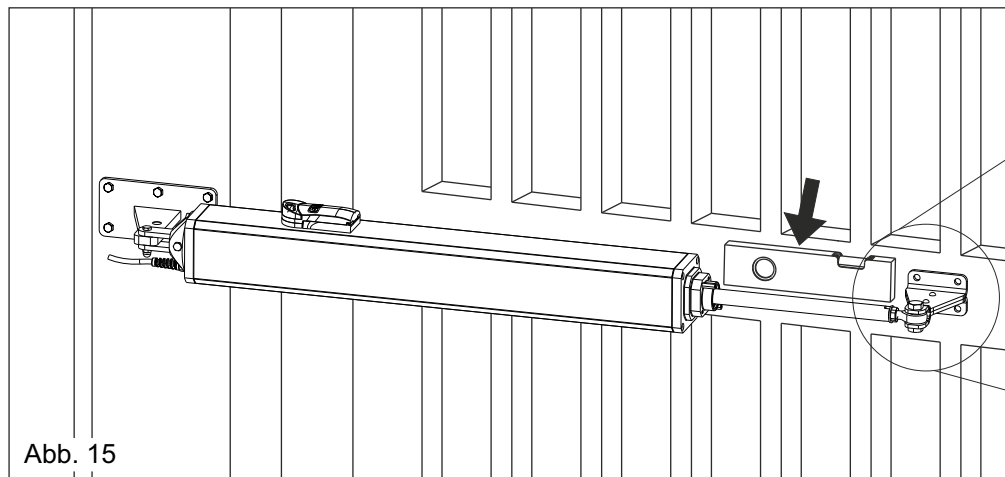

Abb. 15
Die Stütze muss so platziert werden, dass sich der Antrieb in komplett horizontaler Lage befindet (Abb. 13 und Abb. 15)
- 4) Den Antrieb in eine komplett horizontale Lage bringen und dann die Position der Vorderbefestigung markieren (Abb. 15)